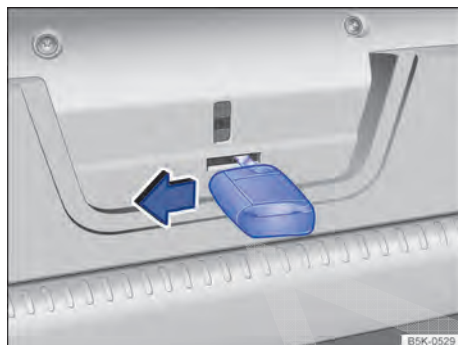

Fig. 79 No compartimento de bagagem: destravar a tampa do compartimento de bagagem.
- Inserir a haste da chave na abertura na tampa do compartimento de bagagem → Fig. 79 e pressionar a alavanca de destravamento no sentido da seta. Pressionar simultaneamente a tampa do compartimento de bagagem para fora, até que ela balance.